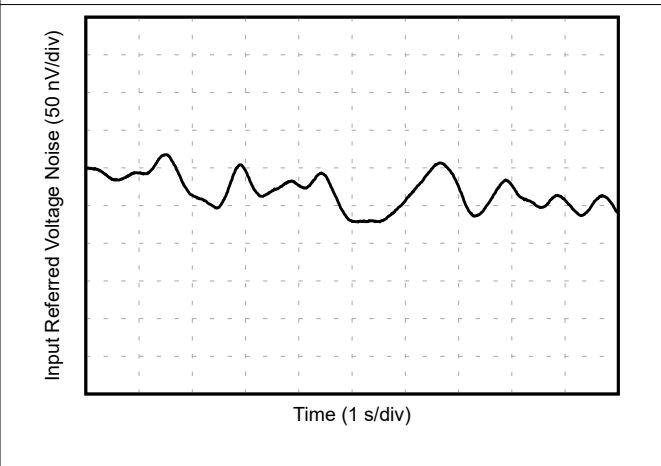

Figure 6-24. 0.1-Hz To 10-Hz Noise
0.1-Hz To 10-Hz Noise	Figure 6-24